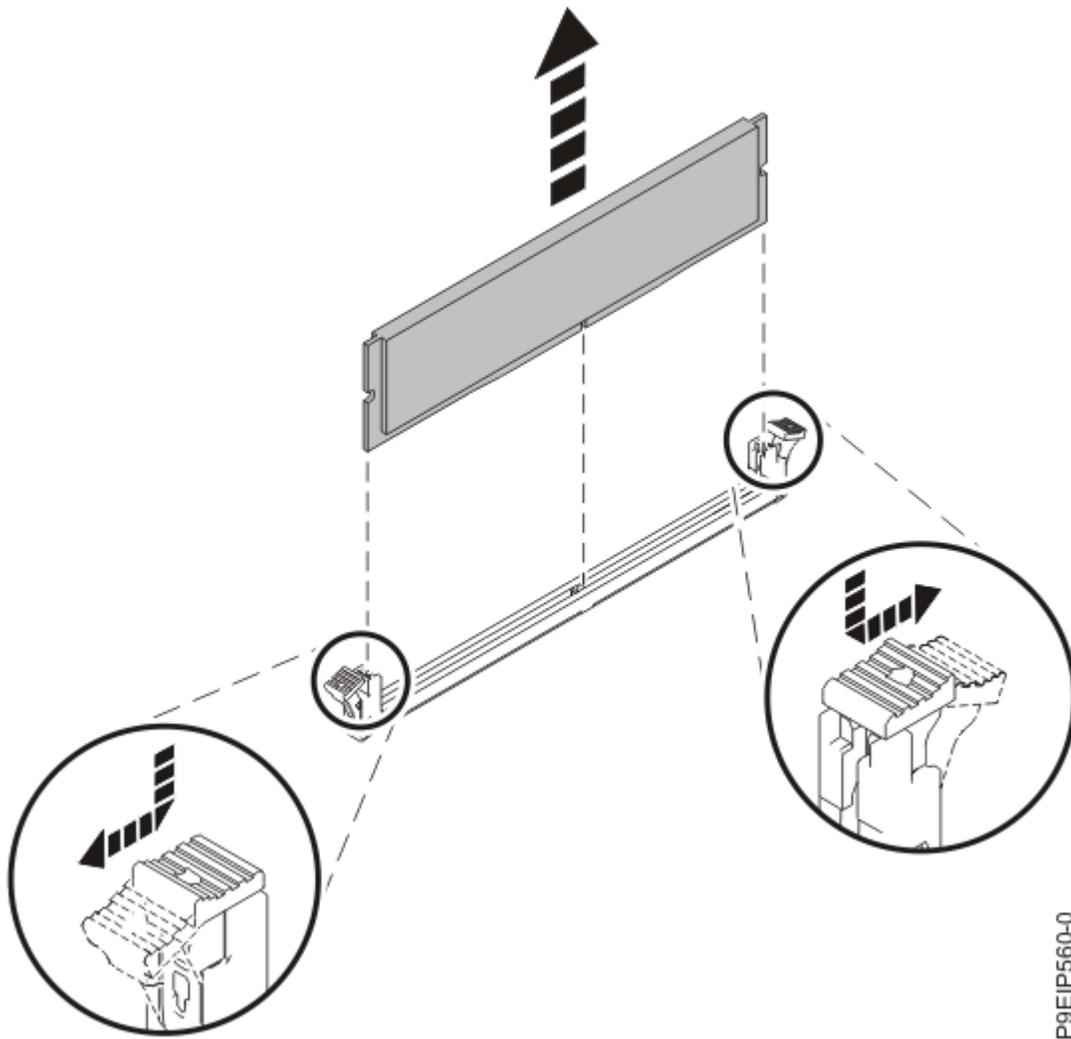

Abbildung 20. Speicher-DIMM entfernen
- b) Entriegeln Sie den DIMM, indem Sie die Sperrungen gleichzeitig vom DIMM weg drücken, in die in Abbildung 20 auf Seite 26 angezeigte Richtung. Stellen Sie sicher, dass beide Sperrungen gleichzeitig entriegelt werden. Durch die Hebelwirkung beim Öffnen der Zungen wird der DIMM aus dem Steckplatz gelöst.